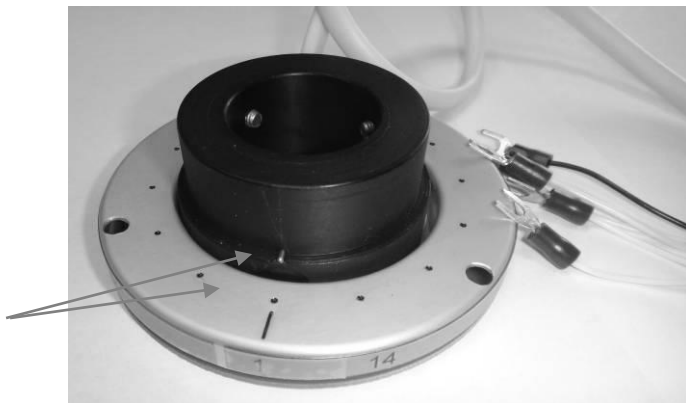

Рис.1
Общий вид ДКП ПСМ приведен на рис.1
Обойма магнита выполнена из капролона. В нижней части обоймы диаметром 55мм встроен цилиндрический магнит, ось которого направлена по радиусу обоймы. Положение оси магнита обозначено риской (рис.1).
4.С помощью фиксирующих винтов закрепить обойму магнита на оси вала ПСМ, предварительно точно установив его положение относительно блока преобразователей. Для точного позиционирования по высоте необходимо совместить плоскости, обозначенные на рис.1 буквой «А». Для точного позиционирования по углу вращения необходимо совместить черную черту на обойме с рисккой на блоке преобразователя (рис.1). ВНИМАНИЕ! Положение ПСМ при этой операции должно быть установлено на первое направление (код 0001).